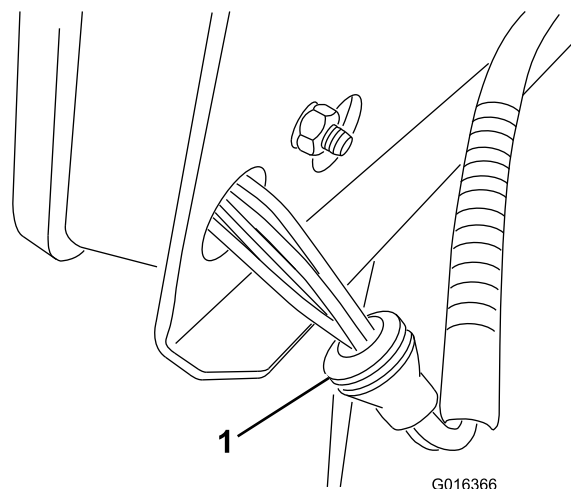

Bild 17
3. Stecken Sie die Anschlüsse einzeln durch die Lichtscheiben und drücken Sie jede Scheibe in die richtige Position (Bild 17).